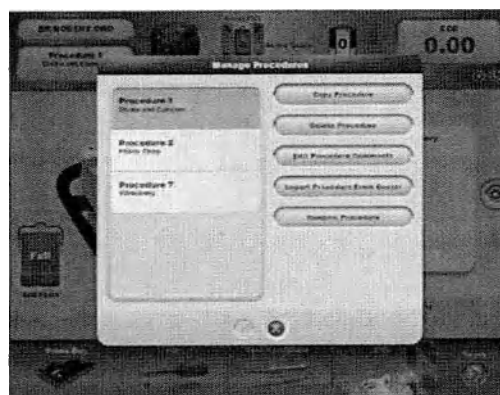

Рисунок 2-39 Диалог управления процедурами
Нижняя кнопка в перечне «Управление процедурами (Manage Procedures)» доступна, когда выбран врач, но только не Установки «Алкон». Если она нажата, система переходит к экрану установки и открывается диалог «Управление процедурами» (см. рисунок 2-39). Если есть несохраненные изменения в текущей процедуре, представляется диалог для сохранения или сброса изменений, или пользователь может отменить действие (X). Диалог «Управление процедурами» позволяет пользователю настроить следующее: